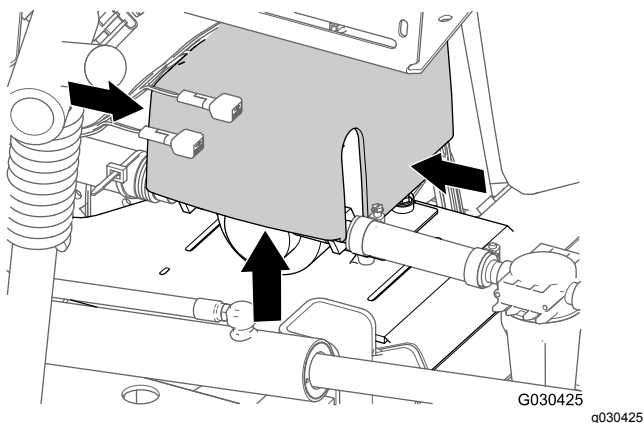

Bild 13
1. Drücken Sie am Heck der Maschine die Seiten der Spülpumpenabdeckung zusammen und heben die Abdeckung an, bis die Nasen der Abdeckung nicht mehr in den Schlitten der Sattelplatte sitzen; nehmen Sie dann die Abdeckung von der Maschine ab (Bild 13).